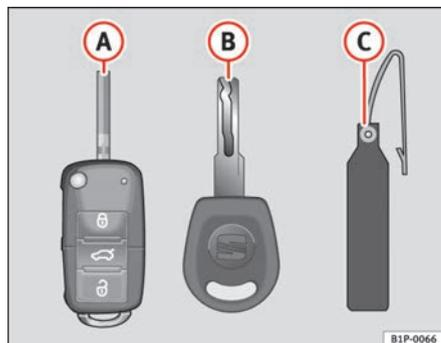

Fig. 54 Set di chiavi
- una chiave a scatto* con telecomando ⇒ fig. 54 **A**,
Il codice indicato sulla targhetta ⇒ fig. 54 **B** è indispensabile per poter fare duplicati delle chiavi. Per questo motivo: